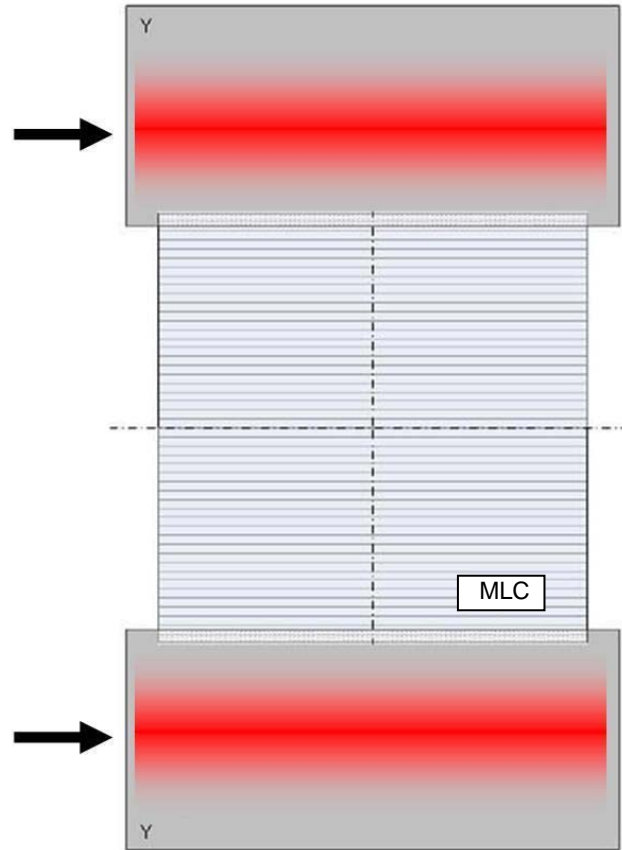

Figure 2 - Géométrie de la dose hors champ. « Y » représente les mâchoires principales Y. (Échelle non conforme.)
Comme indiqué sur la Figure 2, la dose hors champ survient dans les régions situées au-delà de la paire de lames finale, aux extrémités « Y » du MLC, sous les mâchoires Y. La distribution réelle dépend beaucoup de la forme du champ et des autres facteurs mentionnés ci-dessous. Il est possible que la dose hors champ apparaisse principalement à une extrémité du champ, généralement à l'extrémité du champ la plus éloignée de l'axe central (CAX).
La principale différence entre les modèles de MLC est que la dose hors champ apparaît à différentes positions par rapport à l'axe central, comme l'illustrent la Figure 5 et la Figure 6, de même que la Figure 7 et la Figure 8. Ceci s'explique par le fait que la dose hors champ se positionne par rapport à la paire de lames la plus externe du MLC, comme le montre la figure 2. Pour les plus grands MLC à 80 et 120 lames, la dose hors champ apparaît donc plus loin de l'axe central mais presque à la même position par rapport à la dernière paire de lames.
- Dans la mesure du possible, ne délimitez pas un champ sur le bord le plus éloigné du MLC. Les champs comprenant plusieurs paires de lames fermées aux extrémités « Y » du MLC présentent une dose hors champ beaucoup moins importante. (Voir la Figure 2 pour une illustration des extrémités « Y » du MLC.)
- Lors du traitement avec des champs pour lesquels il est impossible de suivre les recommandations ci-dessus, effectuez des mesures de la dose administrée dans la zone hors champ (voir la Figure 2) afin de déterminer la dose administrée au patient et d'en effectuer le suivi.